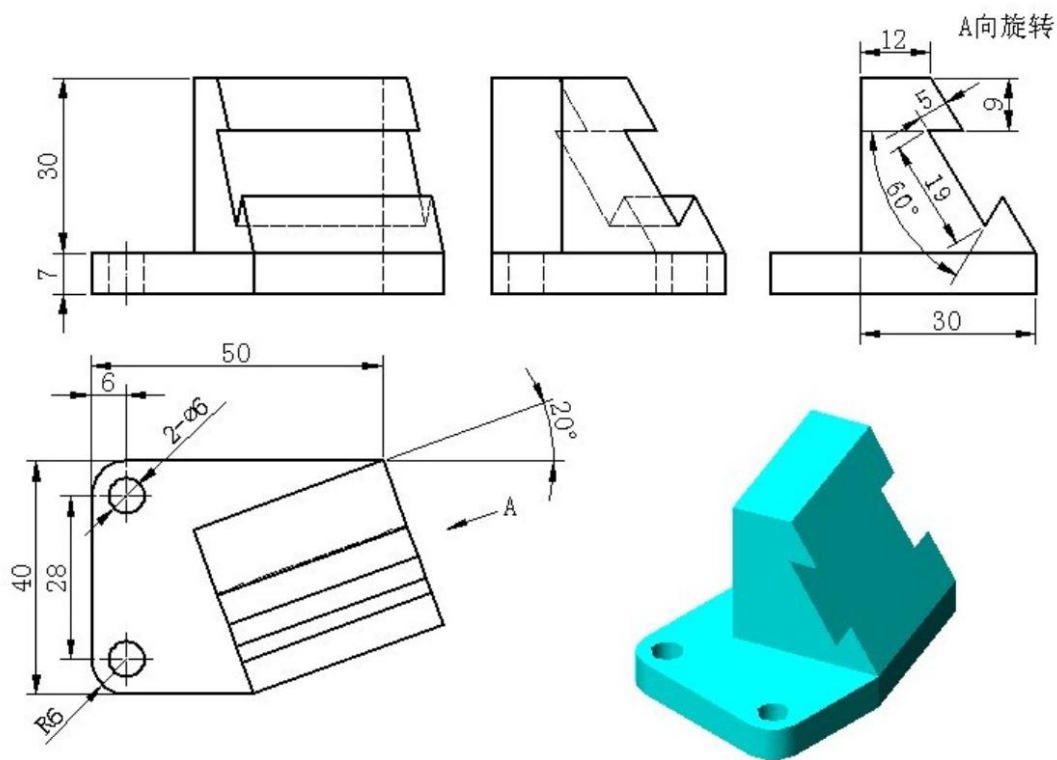

图 J1-7 三维零件 7
①在盘下建立考生文件夹，文件夹名称为“场次-工位号”，所有文件必须保存在考生文件夹中，否则记零分；
②文件名称为“J1-7”，保存在考生文件夹中；
③根据图 J1-7 所示尺寸完成三维建模；
④隐藏草图和创建的基准平面；
⑤考试过程中注意保存，考核结束时考试应立即停止操作，不得关闭电脑，离开考场。
(2) 实施条件